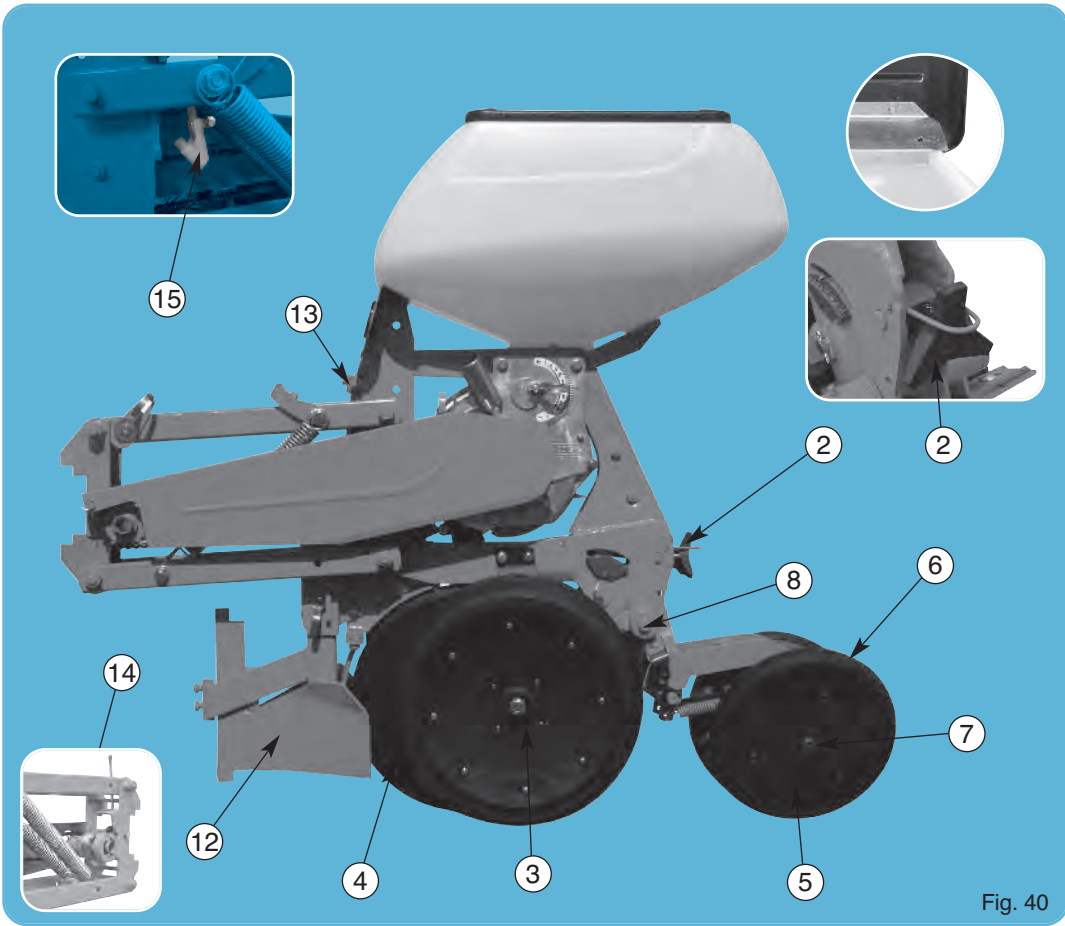

Fig. 40
- Metering unit stand, low part (15). See page 31
- Cover blocking part in open position (fig. 40).
- Lever-operated mechanical row cutting (14) (fig. 40).
- Piesă de blocare a capacului în poziție deschisă "15" (fig. 40).
- Țaieră rând mecanică cu levier "14" (fig. 40).
- Blokada dająca funkcję stopy podporowej dla sekcji, ogranicznik dolnej pozycji (15), patrz strona 31.
- Blokada pokrywki zbiornika w pozycji otwartej (fig. 40).
- Mechaniczne odłączenie napędu sekcji, obsługiwany ręcznie za pomocą dźwigni (14) (fig. 40).
- Опорен крак на сеещия секция, нисък стопор (15). Виж стр. 31
- Фиксиране на капака в отворено положение (fig. 40).
- Механична система за изключване с лост (14) (fig. 40).